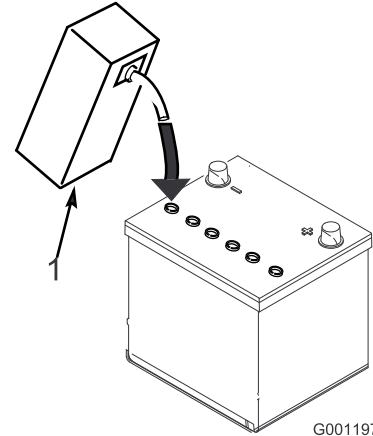

Bild 10
3. Füllen Sie vorsichtig Elektrolyt in jede Zelle ein, bis die Platten ungefähr mit 6 mm Flüssigkeit bedeckt sind (Bild 10).
Hinweis: Füllen Sie nach Bedarf auf, um den Elektrolytstand auf ungefähr 6 mm unter den Einfüllstutzen anzuheben (Bild 10).